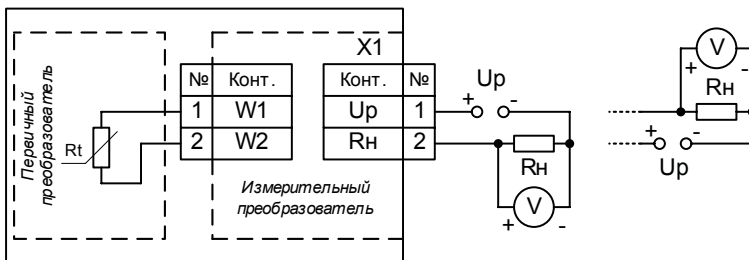

Рис. 4.1 Схема подключения термопреобразователя
9.5.3 Два сигнальных провода подключить к разъёму X1 термопреобразователя. Полярность подключения - любая. Схема подключения термопреобразователя представлена на рис. 4.1.